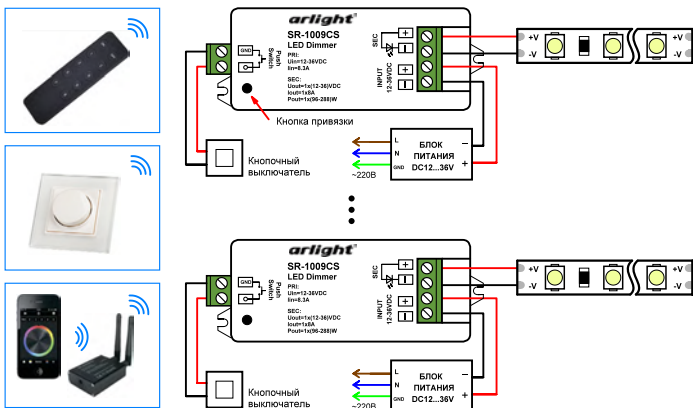

Рис.2. Схема подключения оборудования на примере диммера SR-1009CS.
- 3.4. Соедините блок питания контроллер и светодиодную ленту (подробнее, см. инструкцию к используемому контроллеру или диммеру). Пример подключения диммеров приведен на Рис.2.